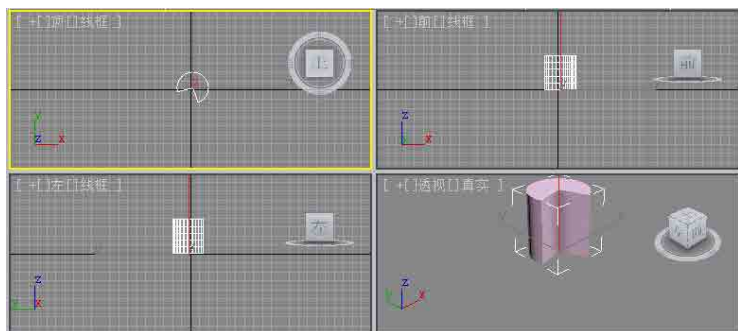

图3-8
- ☐ **切片启用**：勾选切片选项后，可以创建以半圆为截面的切片球体，如图3-8所示。